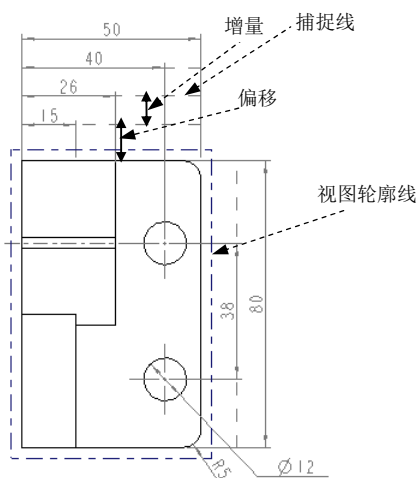

图 6.5.23 整理尺寸
Step2. 此时系统提示 ，如图 6.5.23 所示，选择模型 bracket 的主视图，并单击鼠标中键一次。
- ☒ **偏移** 是视图轮廓线（或所选基准线）与视图中最靠近它们的某个尺寸间的距离（图 6.5.23）。输入偏距值，并按回车键，然后单击对话框中的 **应用** 按钮，可将输入的偏距值立即施加到视图中，并可看到效果。一般以“视图轮廓”为“偏移参考”，也可以选取某个基准线为参考。
- ☒ **增量** 是两相邻尺寸的间距（图 6.5.23）。输入增量值，并按回车键，然后单击对话框中的 **应用** 按钮，可将输入的增量值立即施加到视图中，并可看到效果。